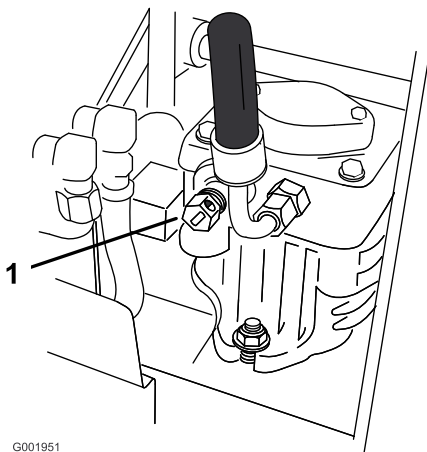

Figura 23
2. Abra las válvulas de desvío de ambas bombas girándolas 1 o 2 vueltas en el sentido contrario a las agujas del reloj. Esto permite que el aceite hidráulico se desvíe alrededor de la bomba, dejando que las ruedas giren (Figura 23).